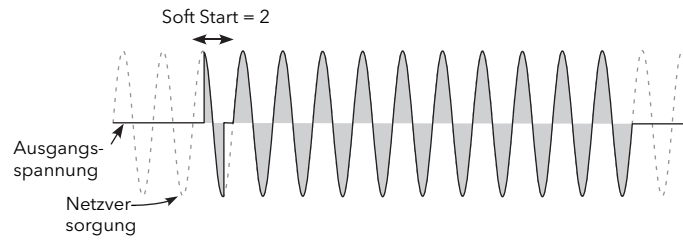

Abbildung 7.82: Beispiel für Soft Start
- Soft Start** Nur für Impulsgruppenbetrieb. Dies ist die Dauer des Soft Starts in Netzspannungszyklen, die eine Phasenanschnitttrampe am Beginn jeder Periode anwendet (Abbildung 7.82).